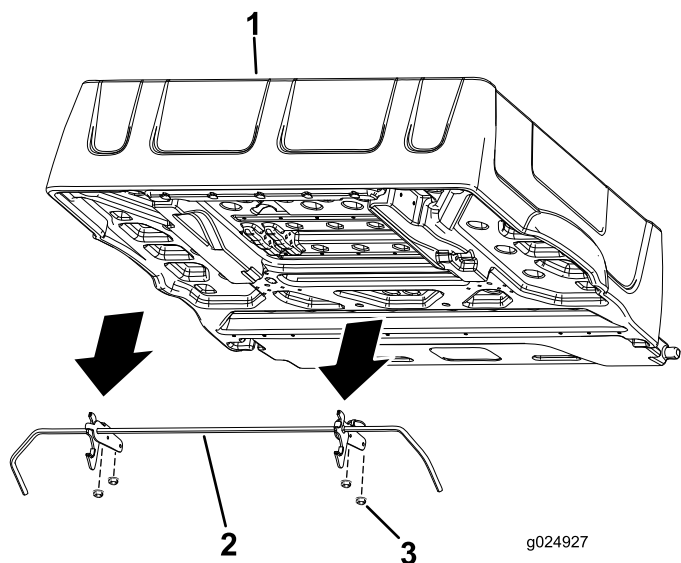

Figura 4
7. Retire as 4 porcas flangeadas que prendem os apoios da barra do trinco à parte inferior da plataforma (Figura 4).